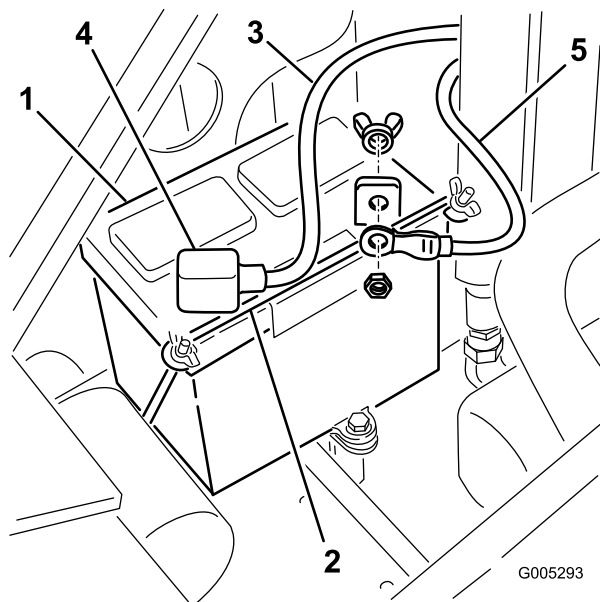

Figura 43
4. Rimuovete i dadi ad alette e la barra che fissano la batteria (Figura 43).
5. Staccate il cavo negativo (nero) di terra dal polo della batteria (Figura 43). Conservate i dispositivi di fissaggio.
7. Staccate il cavo positivo (rosso) dal polo della batteria (Figura 43). Conservate i dispositivi di fissaggio.
1. Utilizzate i fermi rimossi in precedenza per montare il cavo positivo (rosso) sul morsetto positivo (+) della batteria (Figura 43).
3. Utilizzate i fermi rimossi in precedenza per montare il cavo negativo (nero) sul morsetto negativo (-) della batteria (Figura 43).
4. Assicurate la batteria con la barra e i dadi ad alette (Figura 43).